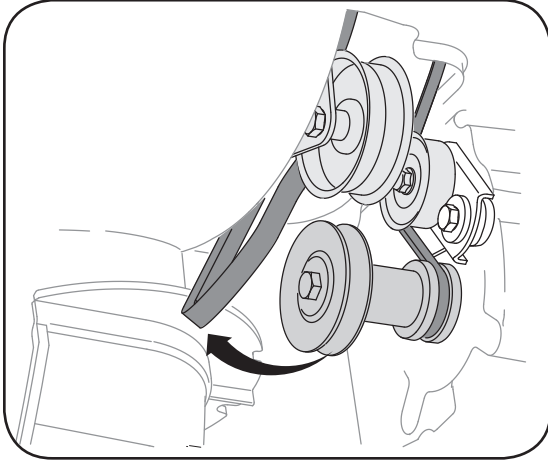

Figure 6-5
2. Basculez doucement la souffreuse vers l'avant pour la faire reposer sur l'habillage de la tarière. Voir la Figure 6-5.
3. Démontez le couvre-châssis du dessous de la souffreuse en retirant les quatre vis auto-taraudées qui le maintiennent en place. Voir la Figure 6-5.
2. Basculez doucement la souffluse vers l'avant pour la faire reposer sur l'habillage de la tarière. Démontez le couvre-châssis du dessous de la souffluse en retirant les quatre vis auto-taraudeuses qui le maintiennent en place. Voir la Figure 6-5.
1. Basculez la souffluse vers l'avant (après avoir vidé le réservoir d'essence ou avoir placé un morceau de plastique sous le bouchon d'essence si la souffluse a déjà été utilisée.), puis démontez le couvre-châssis du dessous de la souffluse en retirant les vis auto-taranduses. Voir la Figure 6-5 à la page 17.